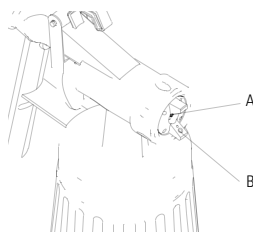

FIGURA 9.10
- Desenrosque la tuerca unión, retire el regulador de tinta y la boquilla pulverizadora. Limpie el regulador de tinta y la boquilla pulverizadora con un pincel con solvente o agua (ver Figura 9.10);